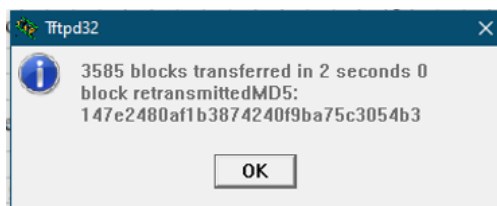

Рисунок 17 – Статус загрузки
6. Нажмите кнопку PutFile и проконтролируйте что файл загрузится успешно (Рисунок 17).